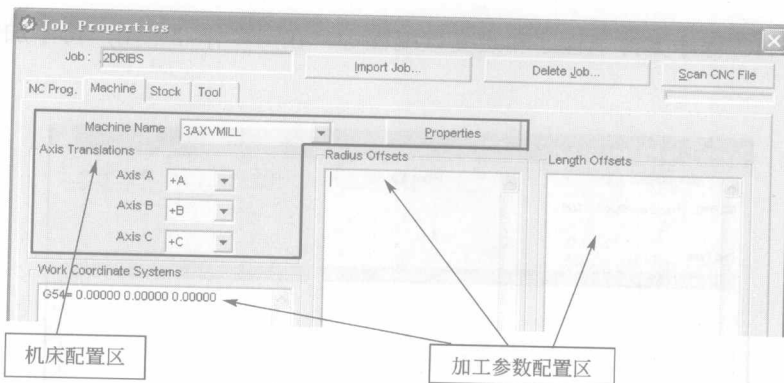
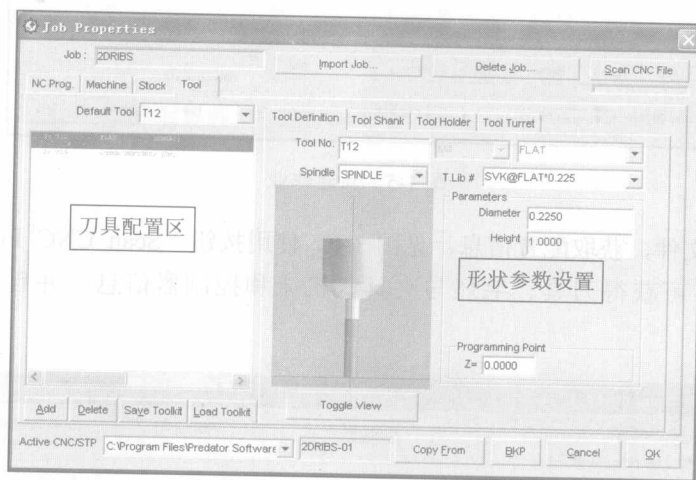
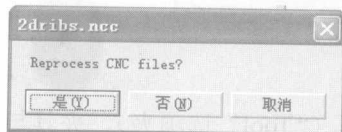

图 1-7 配置机床、加工参数
图 1-8 配置刀具信息
图 1-9 开始模拟
Step3: 用户也可手动配置机床 (“Machine” 选项夹)、刀具 (“Tool” 选项夹)、夹具与毛坯信息 (“Stock” 选项夹), 如图 1-7、图 1-8 所示。
Step4: 按图 1-8 中的 “OK” 开始模拟, 选择 “是” 进行处理运算, 见如图 1-9。